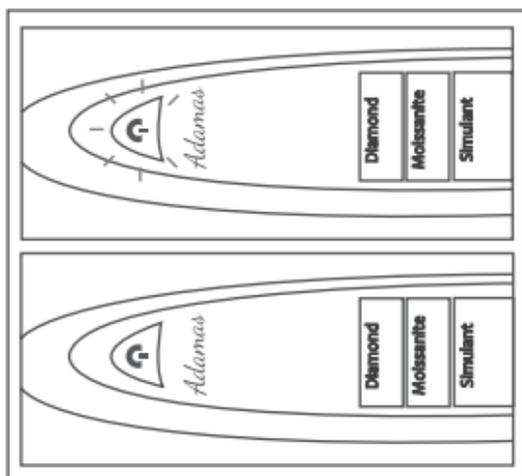

Fig. 1.10
3. 按下开关按钮，打开该检测仪。一旦“准备就绪”灯停止闪烁，检测仪可进入校准态，如图 1.10 所示。该过程可能需要 25 秒钟。如 25 秒钟后“准备就绪”灯光继续闪，则该探头位置可能不正确。请重复 1 和 2 的步骤。